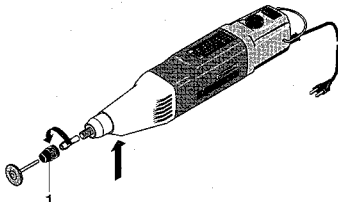

Fig. 2
Arretierknopf (Pfeil Fig. 2) niemals drücken, solange das Gerät läuft.
1. Überwurfmutter 1 (Fig. 2) leicht drehen und dabei gleichzeitig den Arretierknopf drücken, bis dieser einrastet. Mutter einige Umdrehungen lösen und Werkzeug wechseln. Bei feststehender Überwurfmutter den beliebigen Futterschlüssel verwenden.